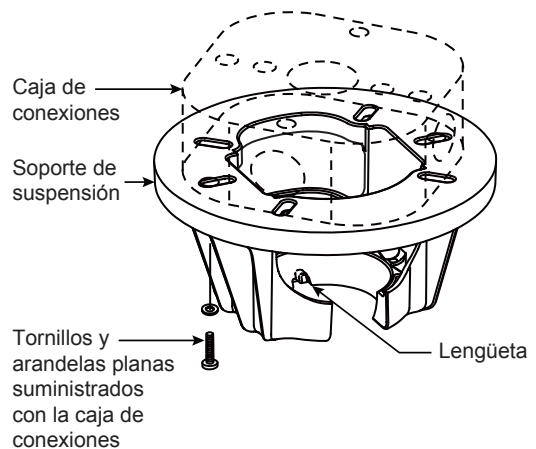
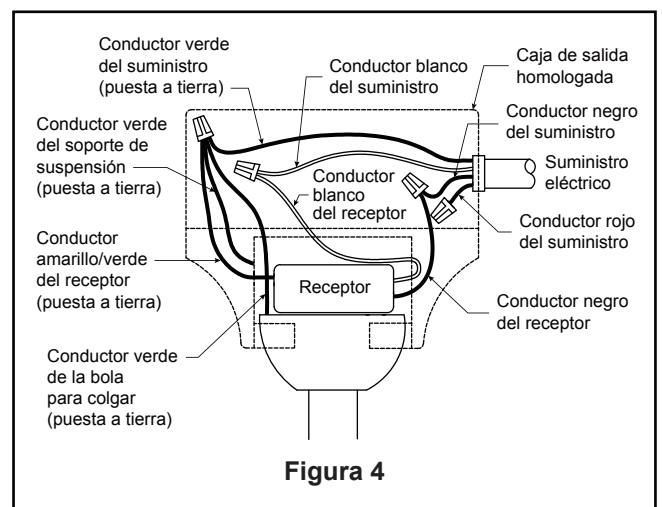

Figura 3
Figura 4
1. Fije bien el soporte de suspensión a la caja de conexiones con los tornillos y las arandelas planas suministrados con la misma. (Figura 3)
NOTA: Se deben pasar los tornillos de la caja de conexiones a través de los orificios que se encuentran en el soporte de suspensión. (Figura 3)
3. Con cuidado, levante el ventilador y apoye la unidad del barral/de la semiesfera en el soporte de suspensión que acaba de fijar a la caja de conexiones. (Figura 4) Asegúrese de que la ranura en la semiesfera esté alineada con el reborde del soporte de suspensión. (Figura 3)
3. Una vez haya hecho las conexiones, coloque los cables hacia arriba y empújelos cuidadosamente hacia dentro de la caja de la toma de corriente, poniendo los cables blancos y verdes a un lado de la caja y los negros hacia el otro lado. Los cables deben ser colocados de forma extendida poniendo el conductor de la toma de tierra y el conductor de toma de tierra del equipo a un lado de la caja, colocando el conductor sin toma de tierra en el otro lado de la caja. (Figura 4)